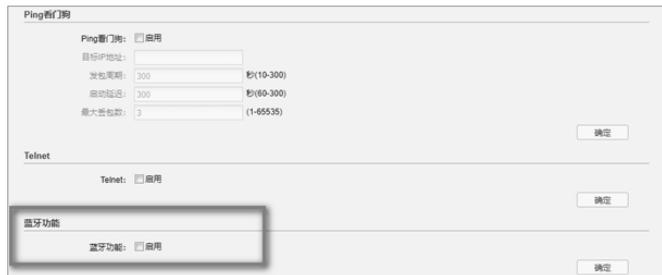

图5-1 FAT AP模式-开启蓝牙
- 打开AP的蓝牙功能开关，若AP处于FAT AP模式，需登录AP的WEB管理页面，在系统栏>>蓝牙功能勾选启用后点击“确定”即可开启蓝牙功能，如图5-1所示；若AP处于FIT AP模式，则需前往对应的无线控制器（AC）管理页面，在AP管理>>AP设置页面，开启并设置蓝牙串口的用户名和密码后点击“确定”即可保存配置，如图5-2所示。